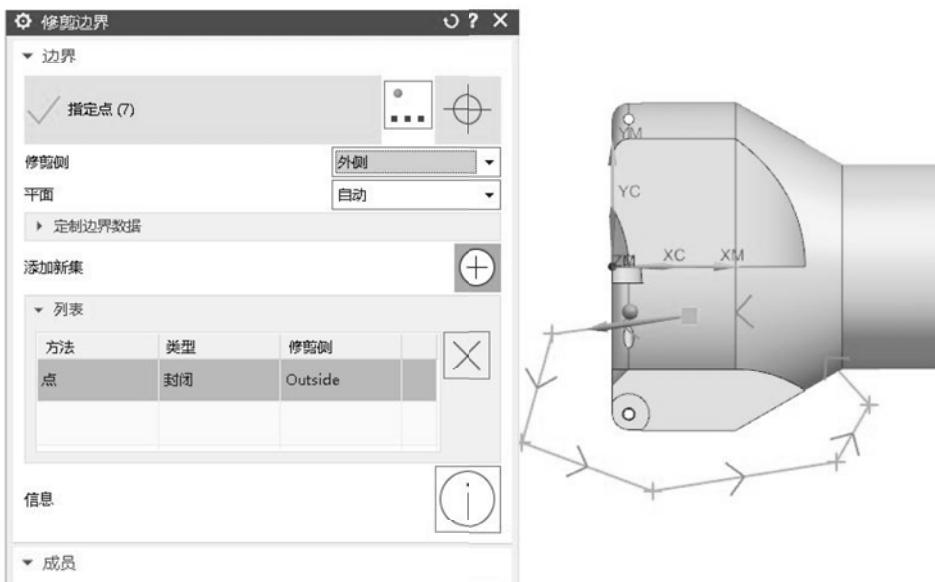

图 3-21 限定加工范围
(6) 设置加工余量为 0.3, 然后使用修剪边界的方法确定加工范围, 徒手绘制修剪边界, 如图 3-21 所示。